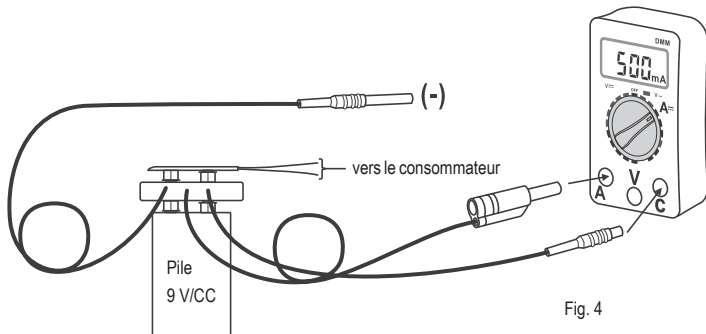

Fig. 4
- Raccordez l'adaptateur de mesure à un multimètre approprié comme sur la figure 4. La fiche 4 mm au pôle négatif (COM) (1) ne doit pas être branchée. Elle reste libre.